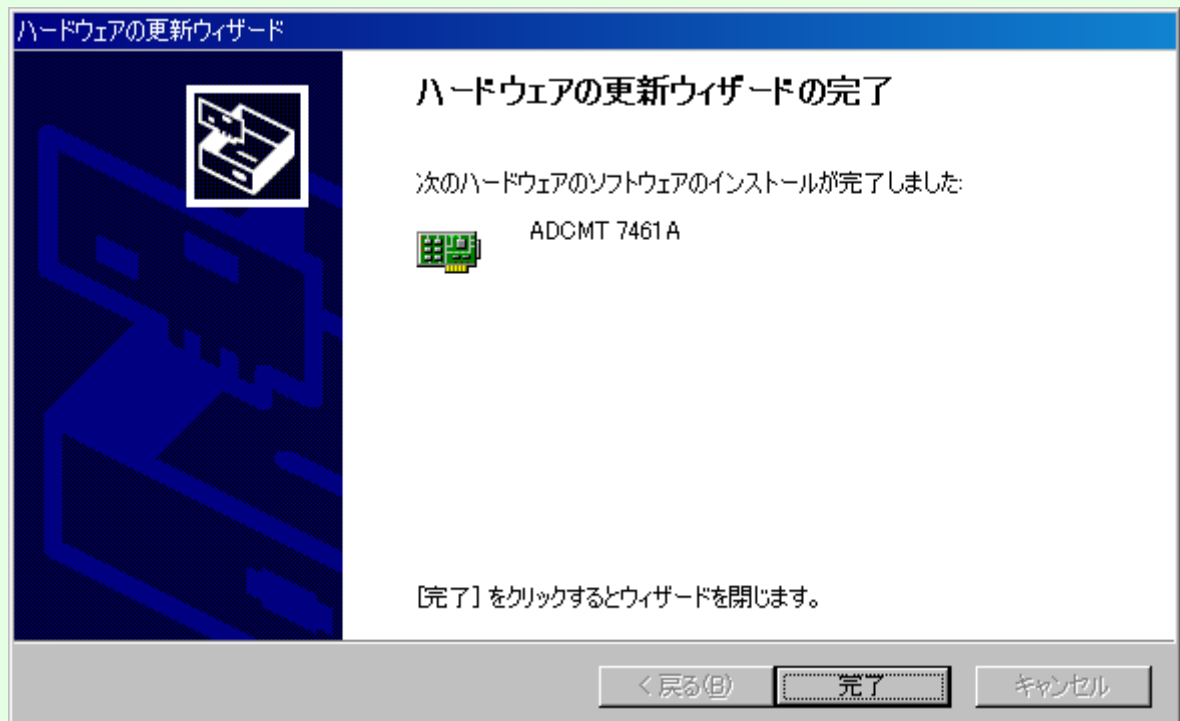

図 1-8
⑦ 「完了」を押して、ドライバの変更作業が終了です。（図 1-8）